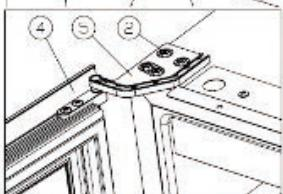

Figure 6
- Tournez la porte ④ à 180 degrés, et insérez la charnière inférieure droite④, vissez les vis M5*16②. [Figure 6] Le retournement de la porte est terminé.